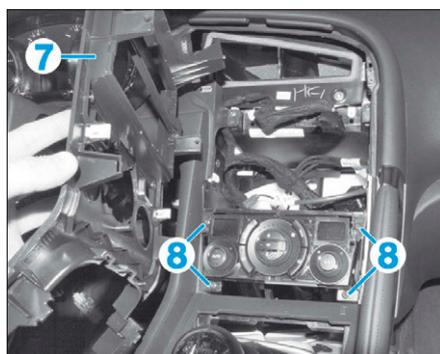

FIG. 32
- Dégrafer et déposer l'entourage de commande de climatisation (7) (Fig.32).
- Déposer les vis de fixation (8) de la commande de climatisation.